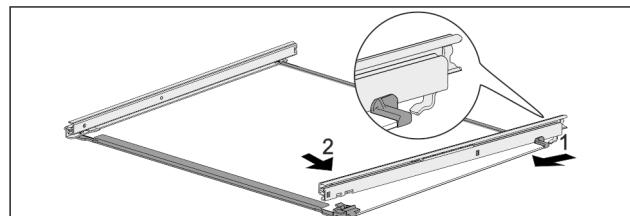

Fig. 53 Стеклянная пластина с направляющими
- Зацепите направляющую сзади. Fig. 53 (1)
- Зашелкните направляющую спереди. Fig. 53 (2)